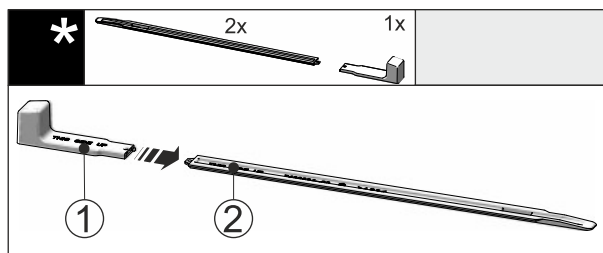

Fig. 44
- ▶ Postavite montažnu ručku Fig. 44 (1) na šinu za Fig. 44 (2) niveliranje.